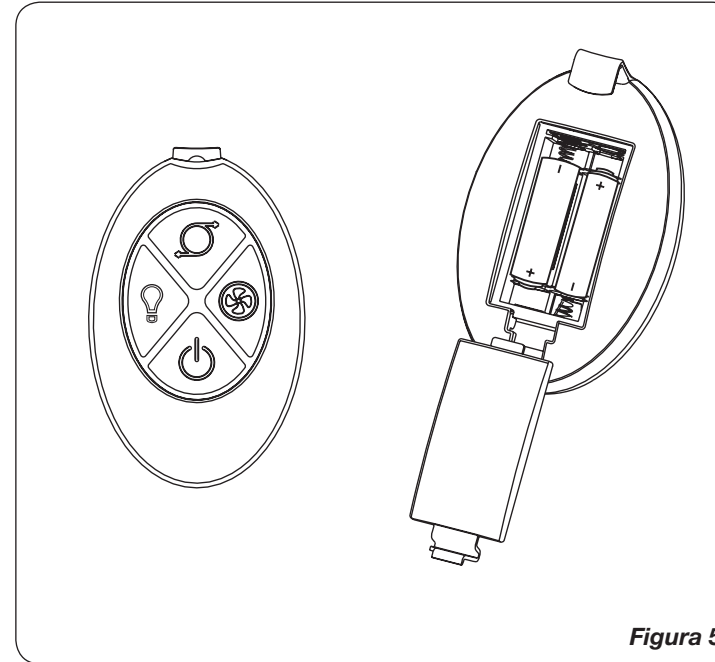

Figura 5
1. Instale la baterías ("AAA") como mostrado en la *Figura 5*.
Este Ventilador puede hacerse funcionar mediante los controles manuales ubicados en la parte superior de la unidad (como se muestra en la *Figura 3*) o con el Control Remoto (se indica en la *Figura 5*).